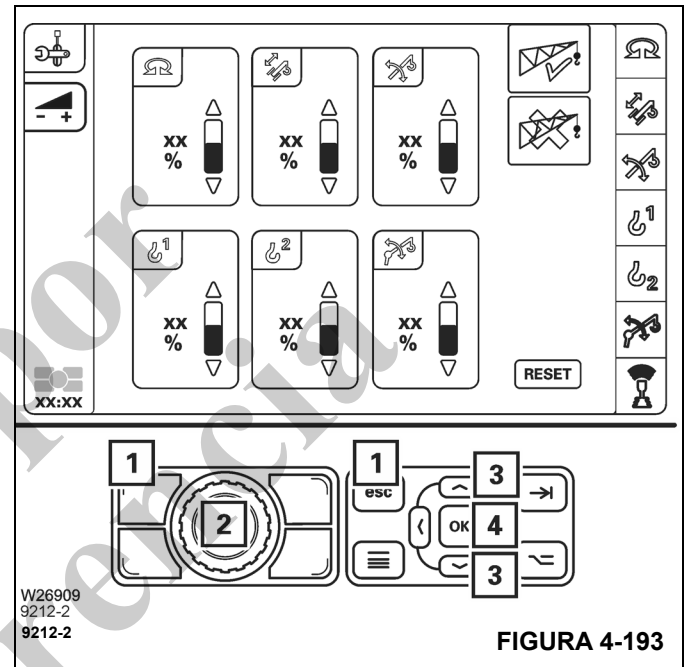

FIGURA 4-193
Cambie el valor usando el cuadrante selector (2), (Figura 4-193), o los botones (3), (Figura 4-193).
Para cancelar la entrada, presione el botón Escape (1), (Figura 4-193), una vez.
Confirme los valores cambiados – presione el cuadrante selector (2), (Figura 4-193), o el botón de OK (4), (Figura 4-193), una vez. Se aplican los valores cambiados de la unidad de alimentación.